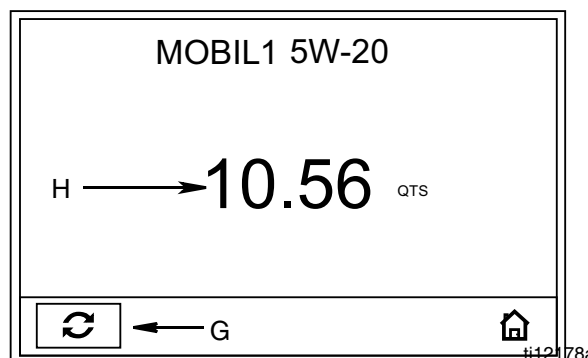

ABB. 21
2. Betätigen Sie für eine Bestätigung der Auswahl die mittlere EINGABE-Taste. Es erscheint nun die manuelle Dosierungsanzeige (ABB. 21).
Das Material fließt jetzt. Der angezeigte Betrag beginnt entweder ab Null bzw. es wird ab der zuvor dosierten Menge (ABB. 21) weiter gezählt, die Anzeige erfolgt in Feld H.